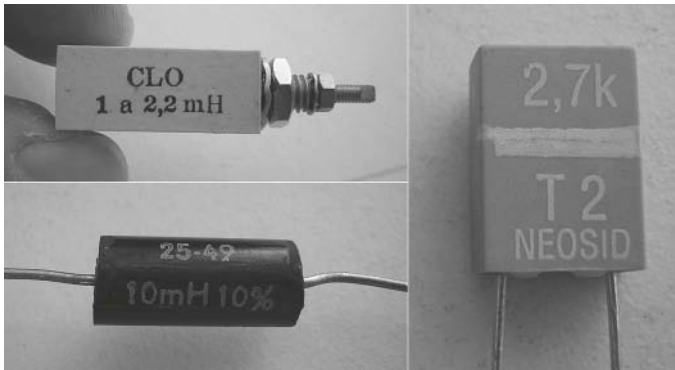

Figure 2.11
**Tentatoo** – Je ne comprends pas ce qui vous affole à ce point. Ces selfs sont de simples composants électroniques qui ressemblent à des résistances ou à des condensateurs et que l’on peut acheter toutes faites, comme le montre la **figure 2.11**. Les selfs que nous utiliserons pour notre filtre seront du même type que la self rectangulaire bleue NEOSID, visible sur la partie droite de la photo.